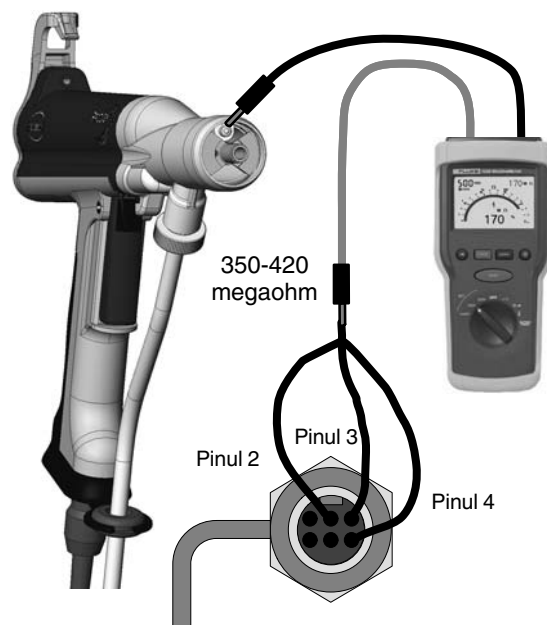

Figura 12 Testul pentru capătul cablului spre pistonul cu arc
1. A se vedea Figura 12. Scoateți duza.